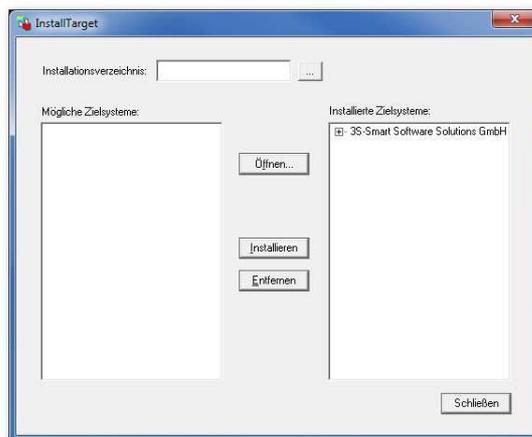

Abb. 1-1: Programm *InstallTarget* zur Installation der Zielsysteme für CoDeSys
- Starten Sie das Programm *InstallTarget*. Das erscheinende Dialogfeld ist in Abb. 1-1 dargestellt.